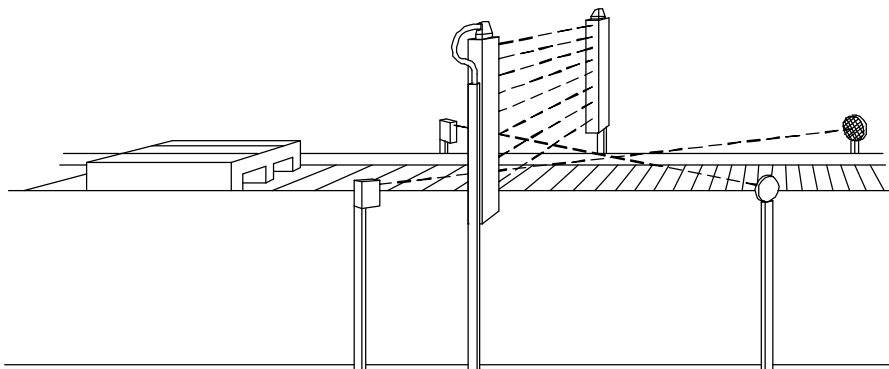

Abb. 13
- ☞ Die Schranke so montieren, daß die Ausgangsanschlüsse den Muting-Sensoren gegenüberliegen (Abb. 13).